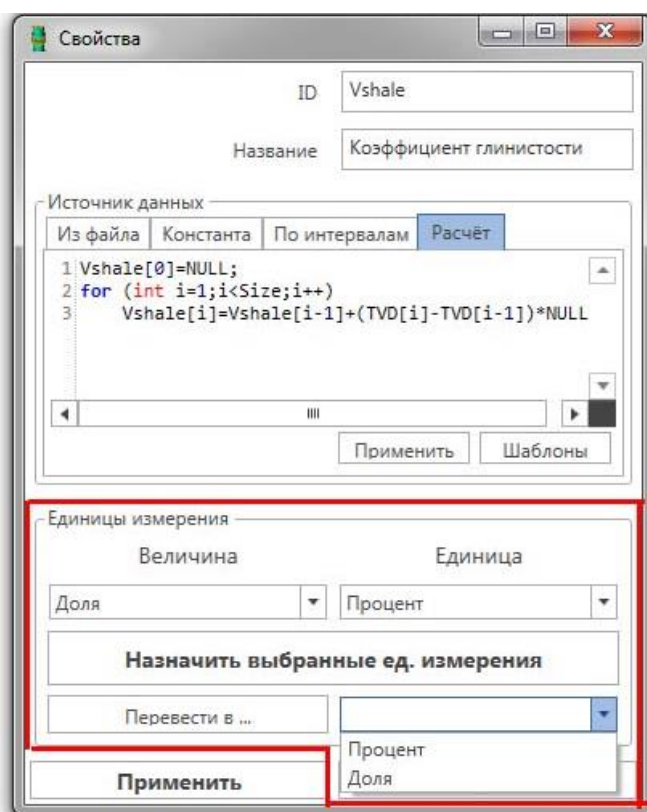

Рисунок 19 Работа с единицами измерения кривой
5. Имеется возможность назначения единиц измерения и/или перевода одних единиц измерения в другие для числовых параметров (**Рисунок 19**). Для этого в окне свойств кривой необходимо выбрать соответствующую физическую величину (если она не задана изначально), исходная и требуемая единицы измерений. При нажатии кнопки «Перевод» осуществляется перевод величин, при этом результирующая величина записывается в качестве исходной для данной кривой. При нажатии кнопки «назначить выбранные ед. измерения» кривой будут назначены соответствующие единицы измерения.